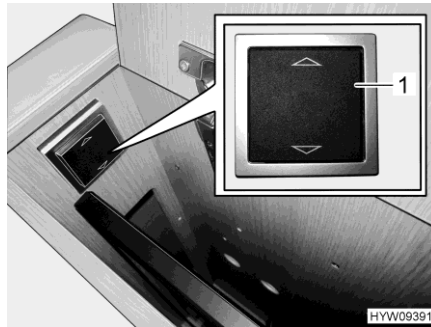

Fig. 101 Conmutador (manejo eléctrico)
- Pantalla plana retráctil en forma eléctrica: pulsar la parte superior del conmutador (Fig. 101,1). La pantalla plana se desplazará hacia arriba de modo autónomo.